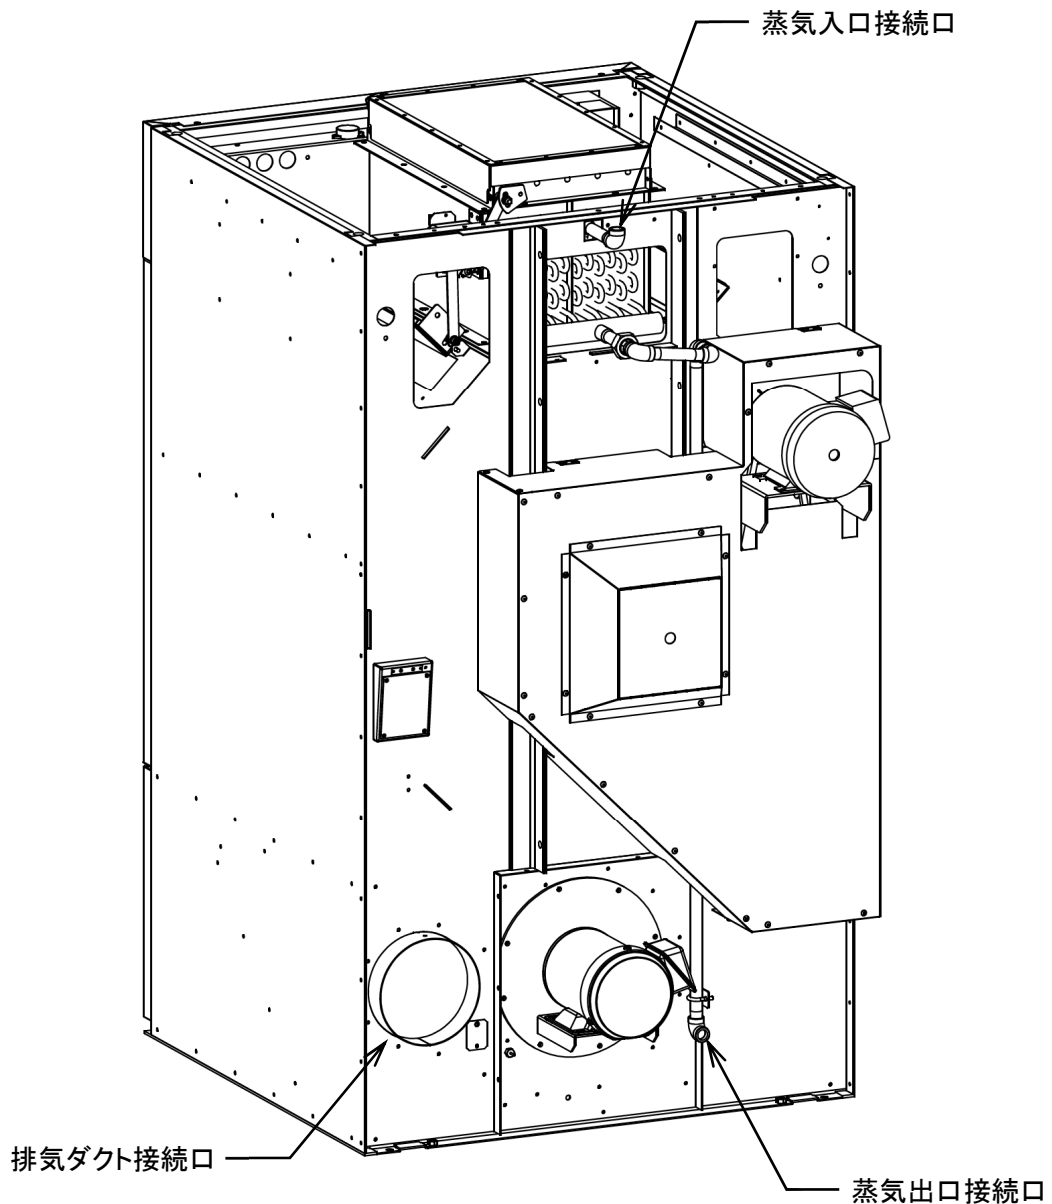

図 5-1
- ・ 蒸気入口接続口及び蒸気出口接続口に配管を接続します。(図 5-1)
- ・ 排気ダクト接続口にダクトを接続します。外形は $\phi 198\text{mm}$ です。(図 5-1)